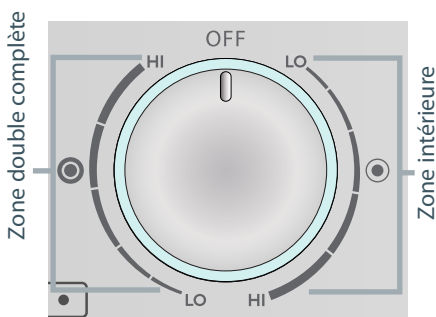

Fig.10 Réglage de la zone de cuisson double
- Lorsque vous utilisez une zone de cuisson double, vous pouvez choisir d'utiliser uniquement la zone intérieure (●) ou la totalité de la zone de cuisson double (⊙). Voir Fig. 10 ci-dessous.